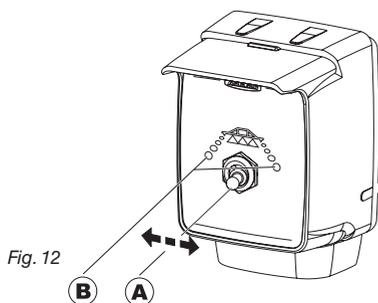

Fig. 12
- 3) Avviate il gruppo compressore posizionando il selettore (A, Fig. 12) a destra.
- 6) Spostate il selettore a sinistra (A, Fig. 12) e avviate il gruppo compressore.
- Avviate il gruppo compressore, agendo sul selettore a leva (**A**, Fig. 12), posto sulla scatola di comando.